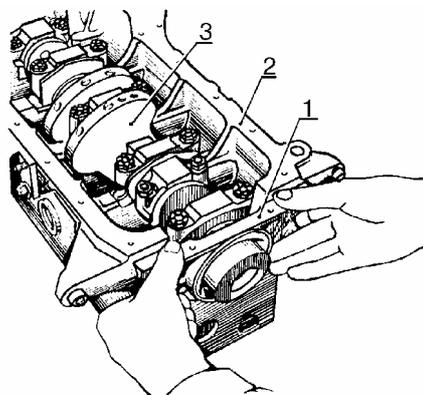

Рис.51.
- установить держатель 1, рис.51, сальника в сборе с прокладкой на коленчатый вал 3 и закрепить держатель на блоке цилиндров 2 (головка сменная 10, вороток коловоротный или удлинитель и гайковерт типа ИП-3111);